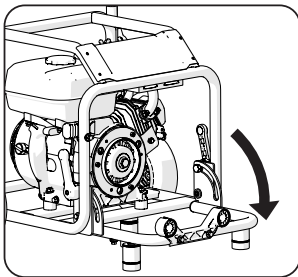

Fig. 8
- Despliegue el bastidor de montaje de accesorios. (Fig. 8)